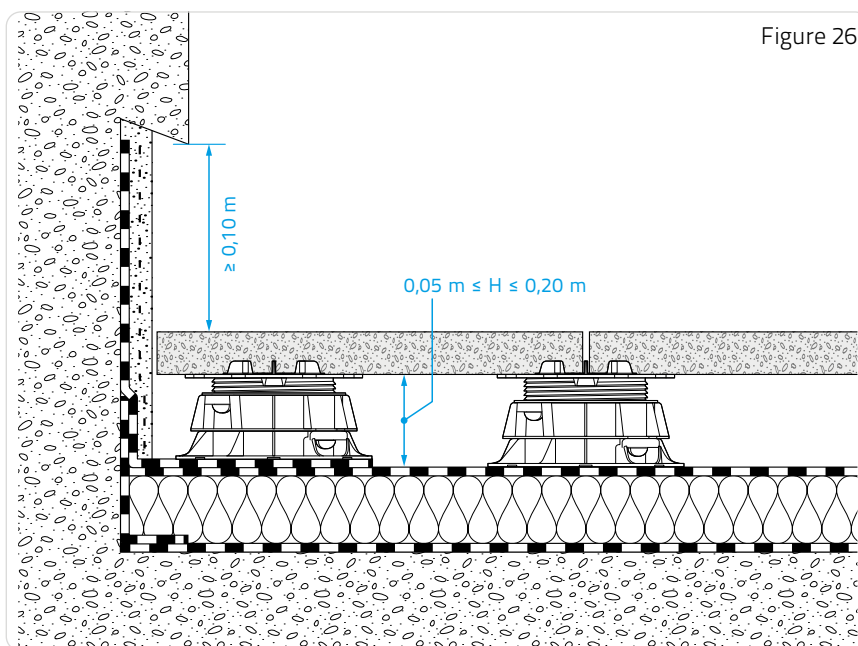

Figure 26
□ Protection des relevés (niveau de la tête des relevés d'étanchéité à une altitude supérieure à celui des dalles) (Figure 26).